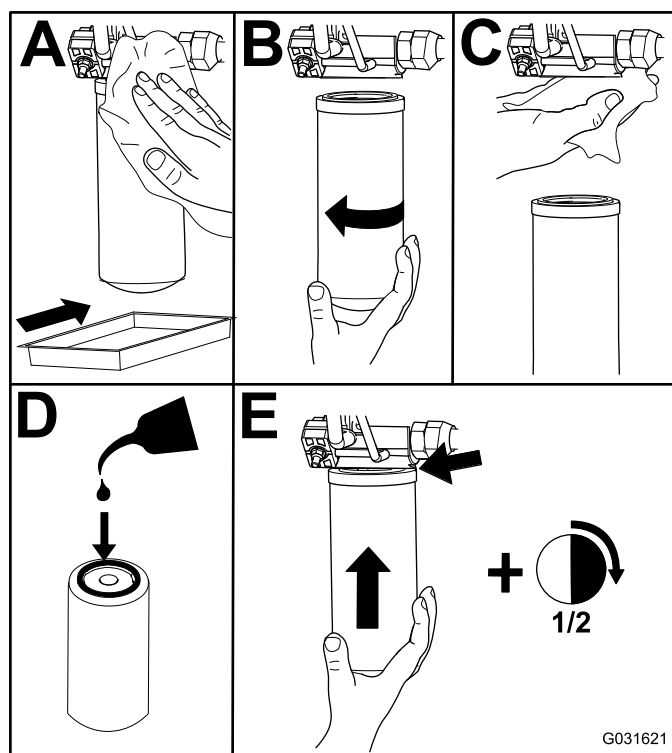

Bild 87
2. Tauschen Sie die Hydraulikfilter aus (Bild 87).